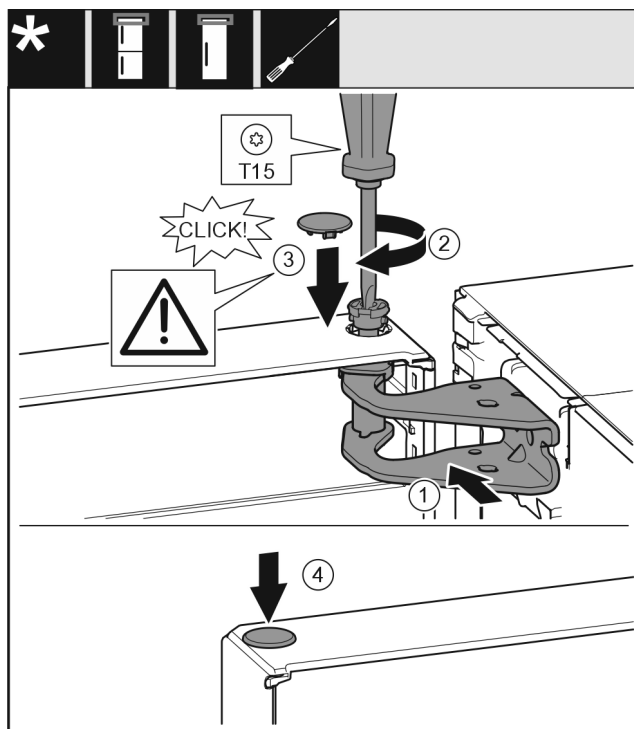

Fig. 21
- ▶ Aliniați ușa sus spre deschizătură în suportul de lagăr Fig. 21 (1).
- ▶ Introduceți bolțul Fig. 21 (2) și înșurubați-l ferm cu șurubelnița.
- ▶ Montați capacul Fig. 21 (3).
- ▶ Controlați să fie capacul Fig. 21 (3) așezat pe ușă.
- ▶ Montați capacul Fig. 21 (4).